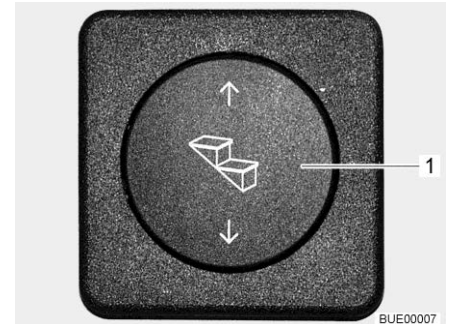

Bild 11 Manöverknapp fotsteg
- Tryck nedtill på manöverknappen (Bild 11,1) och håll den intryckt (minst 3 sekunder) tills fotsteget har körts ut helt.
- Tryck upptill på manöverknappen (Bild 11,1) tills fotsteget har körts in helt.